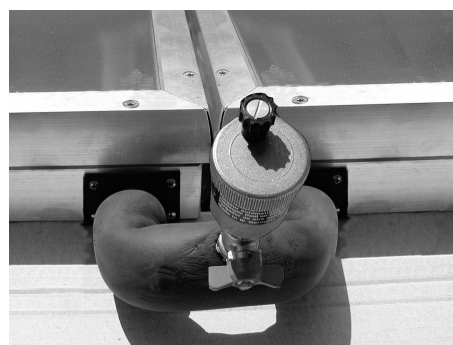

Fig. 62: Collegamento con sfiato rapido
- Posizionare uno sfiato automatico, chiudibile con rubinetto a sfera (per es. PURG, Art.-Nr.: 06613) nel punto superiore del collegamento (SW 21), vedi fig. 62.
Lo sfiato rapido deve essere ruotato in modo da stare in posizione verticale (vedi fig. 62).